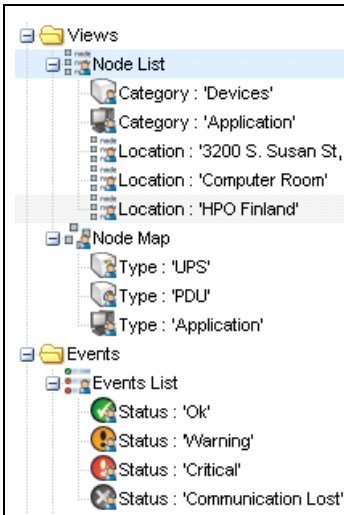

Abbildung 43. Beispielhierarchie „Views > Node List“ (Ansichten > Knotenliste)
- 1 Wählen Sie eine Ansicht auf der Liste **Views > Node** (Ansichten > Knoten) aus, beispielsweise „Category: Devices“ (Kategorie: Geräte) (siehe Abbildung 43).
- 1 Wählen Sie eine Ansicht auf der Liste **Views > Node** (Ansichten > Knoten) aus, beispielsweise „Location: Computer Room“ (Standort: Computerraum) (siehe Abbildung 43).